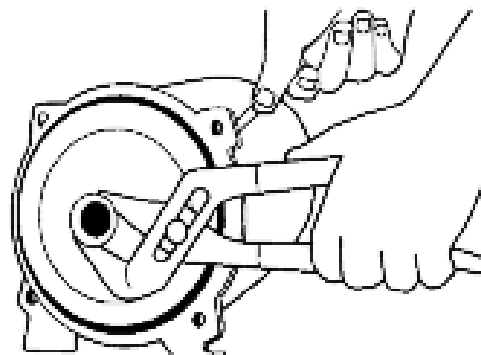

Figure 25 : Retirer la impulseur
4. Retirez l'impulseur en tenant l'arbre de la pompe avec un tournevis placé dans l'extrémité fendue de l'arbre du moteur et en faisant tourner la impulseur dans le sens inverse des aiguilles d'une montre (Figure 25).
3. Retirez les trois vis d'assemblage qui maintiennent le diffuseur sur la plaque d'étanchéité et retirez le diffuseur. Lors du remplacement du diffuseur, utilisez trois cales d'une épaisseur de 0,010 po également espacées entre l'œil de la impulseur et l'ouverture du diffuseur. Cela permet de centrer les diffuseurs et d'éviter le frottement de la impulseur (figure 25).